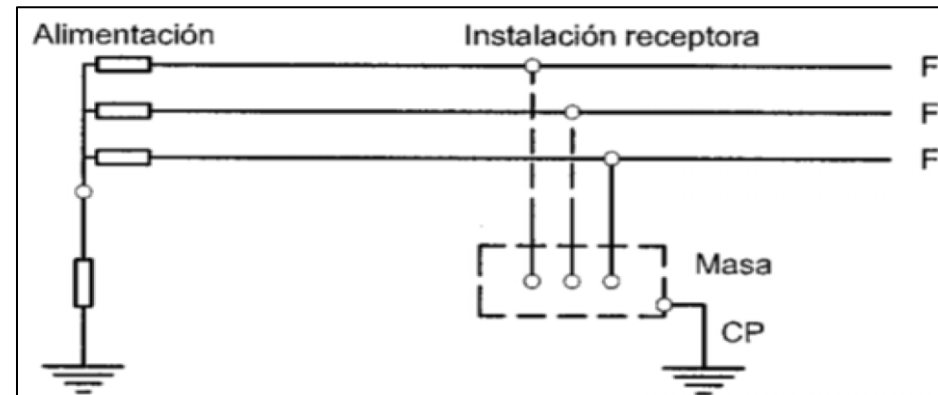

Figura 5.5 Esquema IT
6.6.1 En el esquema IT, la instalación debe estar aislada de tierra o conectada a tierra a través de una impedancia de valor suficientemente alto. Esta conexión se efectúa bien sea en el punto neutro de la instalación, si está montada en estrella, o en un punto neutro artificial. Cuando no exista ningún punto de neutro, un conductor de fase puede conectarse a tierra a través de una impedancia. Ver figura 5.5